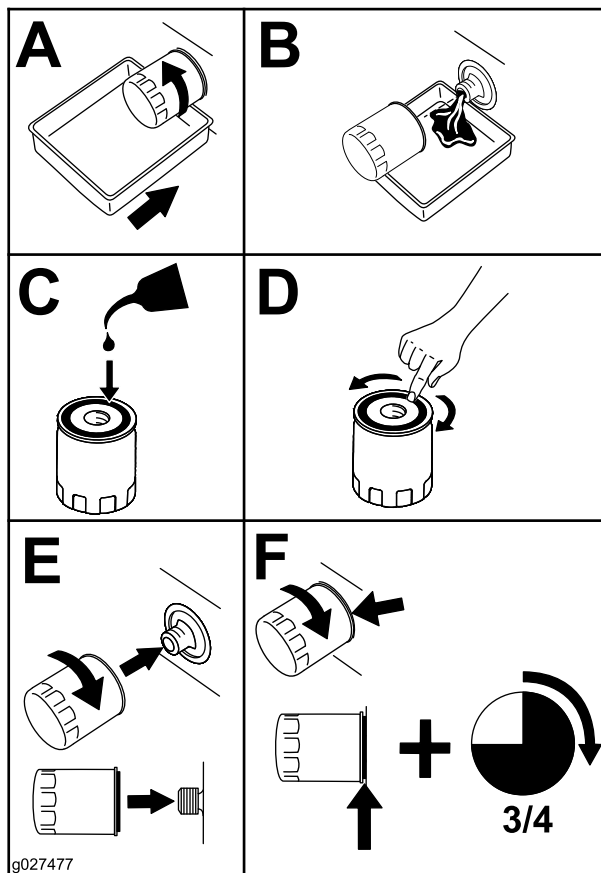

Figure 53
2. Remplacez le filtre à huile moteur (Figure 53).